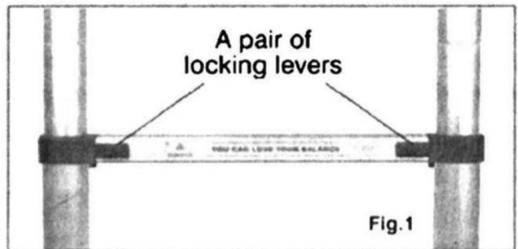

Fig.1
2. Varje mekanism är ansluten till ett lås som alltid är synligt på utsidan (se Fig.1).